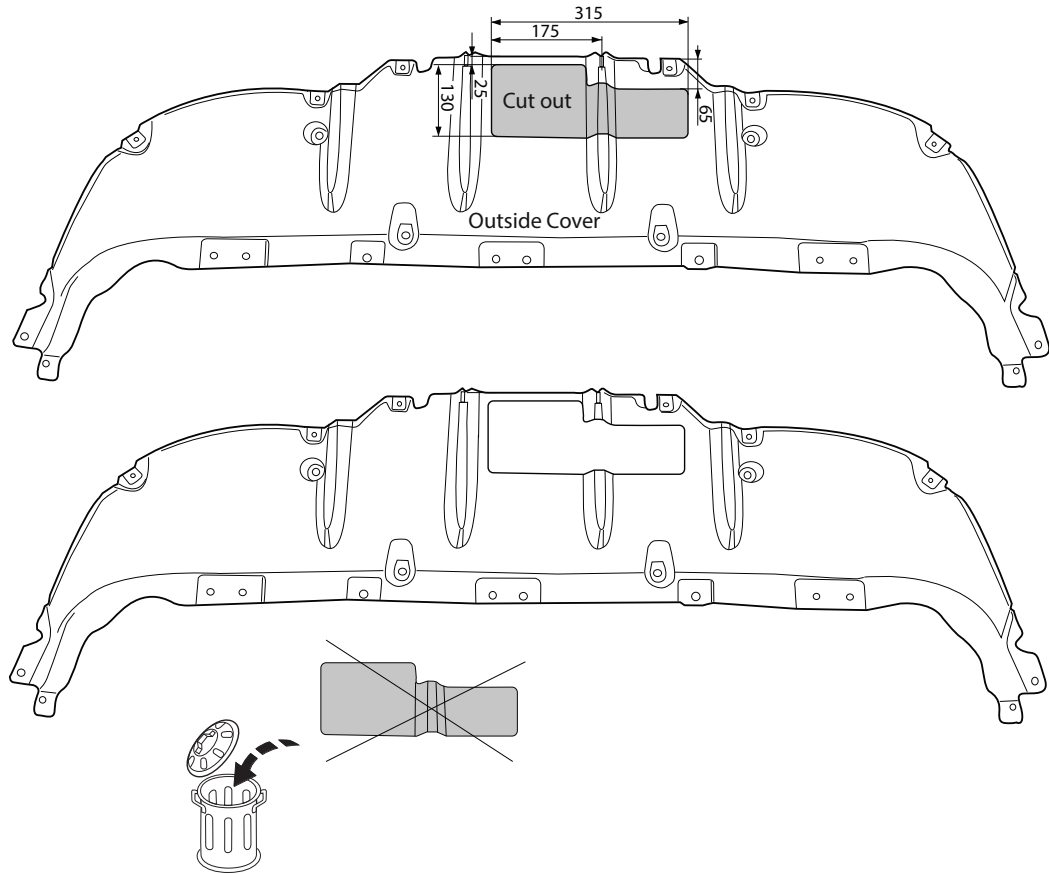

Fig. 2
7. Выпилить обозначенную часть, как указано на рис. 2.